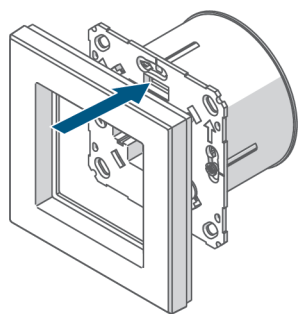

Figure 7
- Maintenez la touche système enfoncée pendant 4 s (*Fig. 7*).